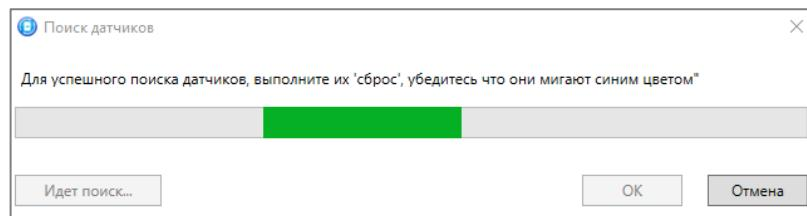

Рисунок 4.38 — Поиск радиоустройства
3. После нажатия кнопки *OK* начнется поиск радиоустройства контроллером (см. рисунок 4.38). Для того чтобы устройство было найдено контроллером, его следует перевести в режим связывания (выполнить «сброс»).